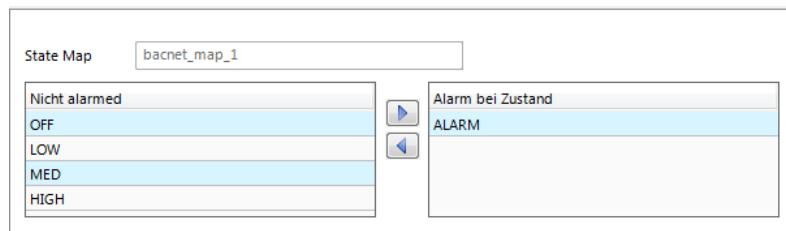

Abbildung 32: Alarmbedingung für einen Multi-State-Datenpunkt.
13. Für einen Multi-State-Datenpunkt definieren Sie die Alarmwerte wie in Abbildung 32 dargestellt. Wählen Sie die Werte in der Liste **Kein Alarm** und klicken Sie auf die Pfeilknöpfe, um die Werte in die Liste **Alarm bei Zustand** zu verschieben.